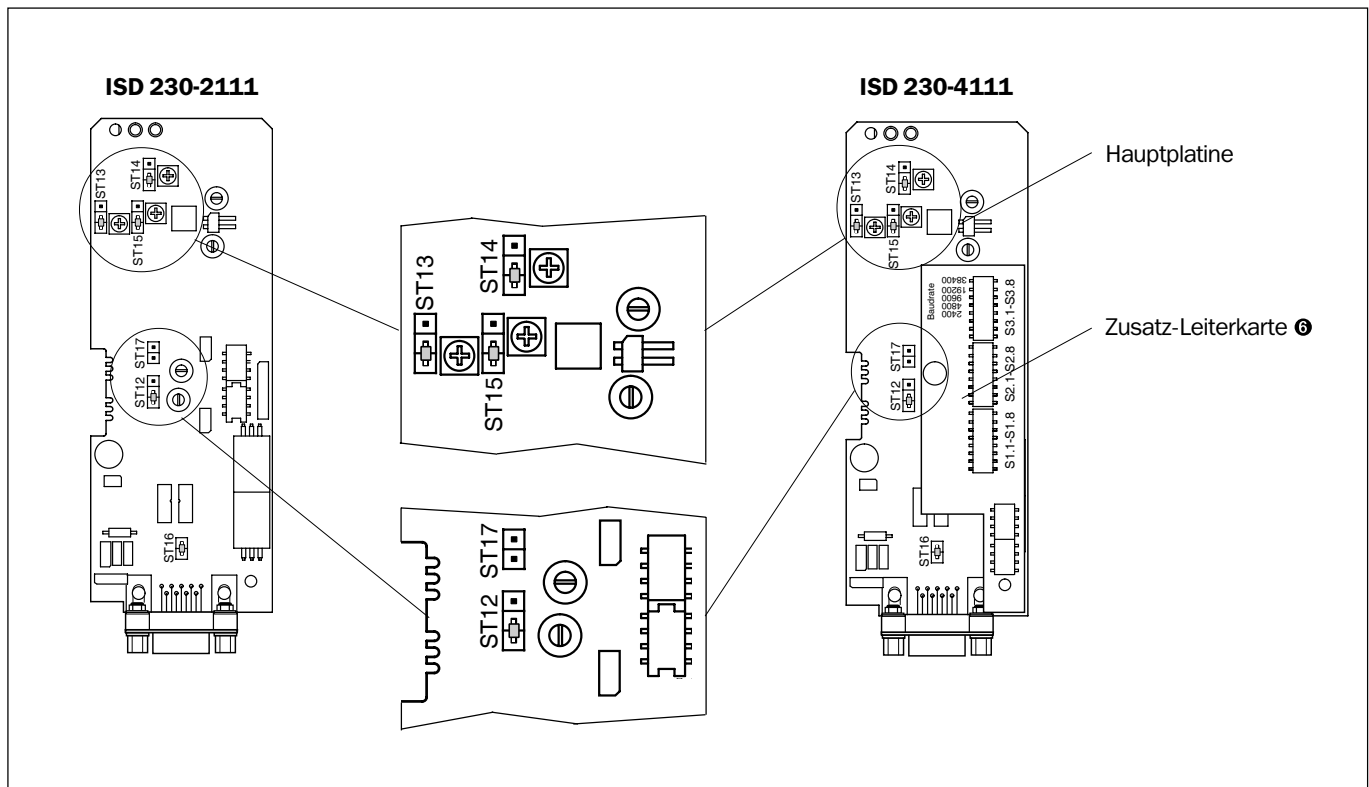
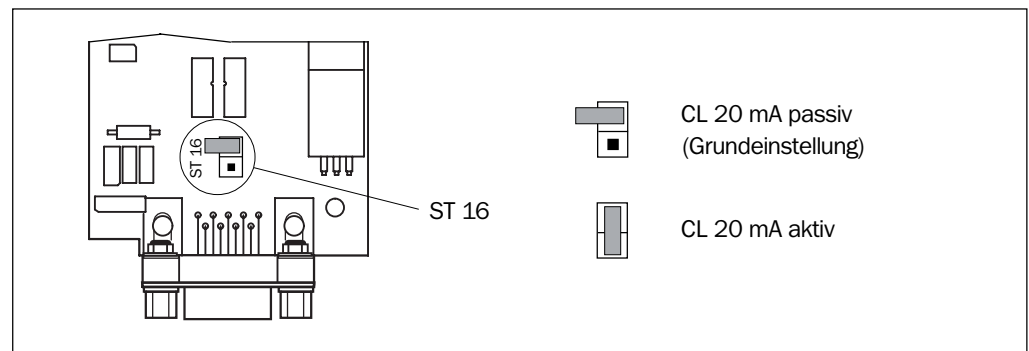

Abb. 5-1: ISD 230: Lage der Steckbrücken ST 12 bis ST 15 sowie ST 17 auf der Hauptplatine
Abb. 5-3: ISD 230: Umschaltung von CL 20 mA passiv auf CL 20 mA aktiv
2. Jeweils die vier Kreuzschlitzschrauben der Rückwand lösen, Rückwände abnehmen. *Abb. 5-1* zeigt die Lage der Steckbrücken ST auf der Hauptplatine im Innenraum der Geräteeinheiten.
- Nur in der **Geräteeinheit der Feststation** die Steckbrücke ST 17 schließen (Abb. 5-1). Hierzu ggf. die freie Brücke der Steckbrücke ST 16 (Abb. 5-3) verwenden, falls diese nicht für die Aktivierung der CL 20 mA-Schnittstelle benötigt wird.
- Bei Bedarf durch Schließen der Steckbrücke ST 16 die im Gerät vorhandenen Stromquellen zuschalten (Abb. 5-3). Die Schnittstelle CL 20 mA wird dadurch zu CL 20 mA aktiv. Hierbei die gegenüber der passiven Betriebsart geänderte Beschaltung beachten! Siehe auch *Kapitel 5.1.6 Datenschnittstelle beschalten*, Seite 27.
- Bei Verwendung der RS-232-, RS-422- oder RS-485-Schnittstelle die Steckbrücke ST 16 (*Abb. 5-3*) **entfernen!**
2. **CL 20 mA:** Bei Bedarf durch Schließen der Steckbrücke ST 16 (*Abb. 5-3*) die im Gerät integrierten Stromquellen zuschalten. Die Schnittstelle CL 20 mA wird dadurch zu CL 20 mA aktiv. Hierbei die gegenüber der passiven Betriebsart geänderte Beschaltung beachten! Siehe auch *Kapitel 5.1.6 Datenschnittstelle beschalten*, Seite 27.